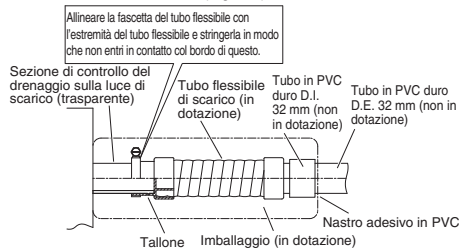

Fig. 3-9
- (1) Preparare un tubo di PVC duro standard (D.E. da 32 mm) per lo scarico ed usare il tubo di scarico in dotazione e la sua fascetta per evitare perdite di acqua. Il tubo di PVC deve essere acquistato separatamente. La luce di scarico trasparente di quest'unità permette di controllare l'efficienza di scarico. (Fig. 3-9)
- Inserire il tubo di scarico fino a che entra in contatto con il raccordo nel modo visto in Fig. 3-9 e quindi stringere bene la fascetta del tubo flessibile.
- Stringere i fermagli del tubo flessibile in modo che i loro dadi di bloccaggio siano rivolti verso l'alto. (Fig. 3-9)